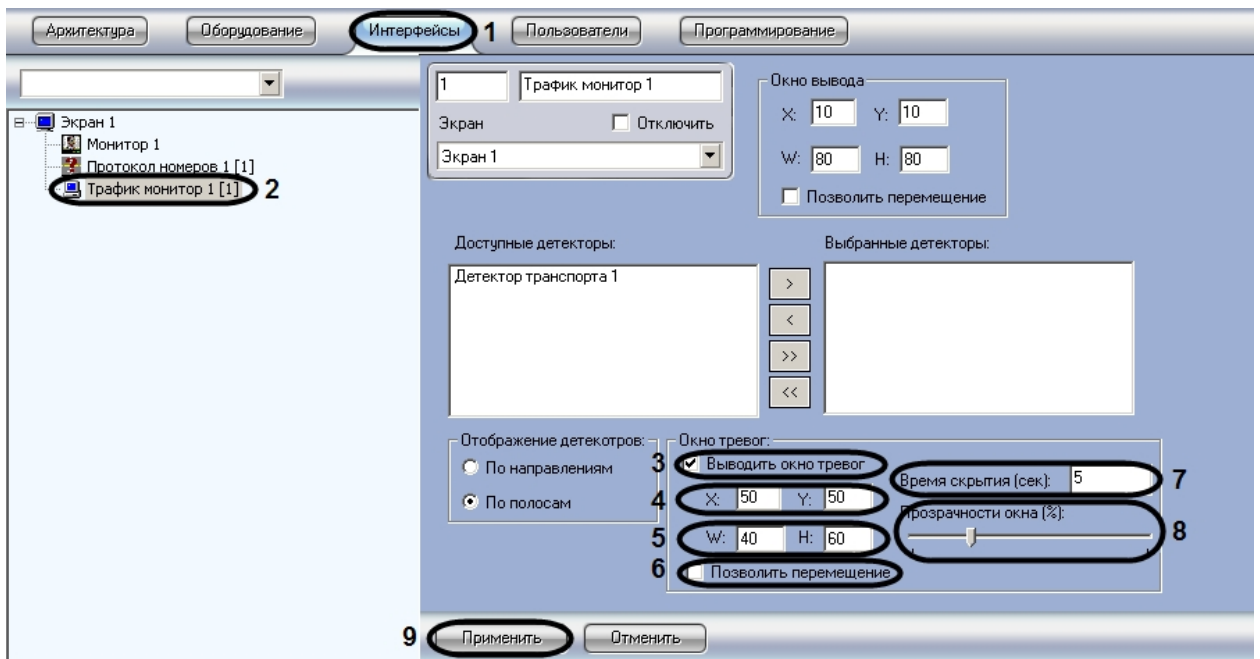

Рис. 99. Настройка размещения диалогового окна «Окно тревог»
1. Перейти на вкладку «Интерфейсы» диалогового окна «Настройка системы» (см. Рис. 99, 1).
2. Выбрать в дереве объект «Трафик монитор» (см. Рис. 99, 2).
3. По умолчанию диалоговое окно «Окно тревог» на экран не выводится. Для отображения диалогового окна «Окно тревог» необходимо активировать флажок «Выводить окно тревог» (см. Рис. 99, 3).
4. Для изменения положения на экране необходимо задать координаты его расположения в полях «X» и «Y» (см. Рис. 99, 4). Значения полей «X» и «Y» соответствуют координатам расположения левого верхнего угла диалогового окна на экране и выражаются в процентном соотношении относительно размеров экрана по горизонтали и вертикали соответственно.
5. Для изменения размера диалогового окна необходимо задать его ширину в поле «W» и высоту в поле «H» (см. Рис. 99, 5). Значение полей «W» и «H» выражаются в процентном соотношении относительно размеров экрана по горизонтали и вертикали соответственно.
6. По умолчанию диалоговое окно «Окно тревог» нельзя свободно перемещать по экрану. В том случае, если требуется разрешить перемещение диалогового окна, необходимо активировать флажок «Позволить перемещение» (см. Рис. 99, 6).
7. В поле «Время скрытия (сек)» необходимо указать время, через которое тревожное окно будет закрыто, в секундах (см. Рис. 99, 7).
9. Нажать кнопку «Применить» (см. Рис. 99, 9).